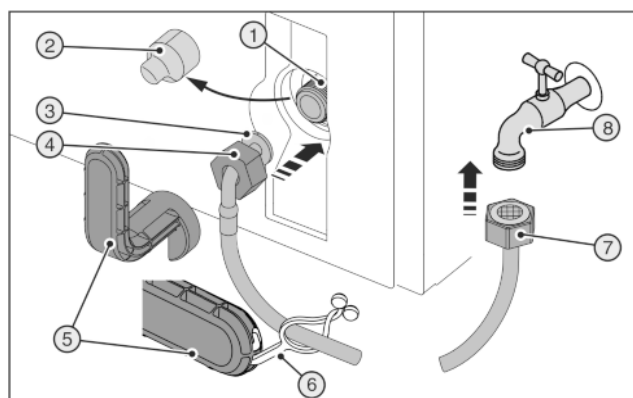
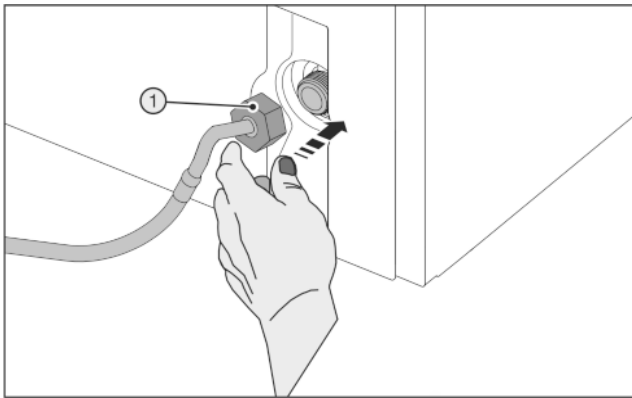

Fig. 28
Fig. 29
Rozbitý pomocný nástroj Fig. 28 (5)!
- ▶ Pomocný nástroj Fig. 28 (5) používajte výhradne pri izbovej teplote.
- ▶ Stiahnite kryt Fig. 28 (2).
- ▶ Uľahčená montáž: Rovný koniec hadice Fig. 28 (7) rozložte na zem smerom doľava.
- ▶ Maticu Fig. 28 (4) nasuňte až na koniec cez zahnutý koniec hadice Fig. 28 (3) a pridržte.
► Opatrne nasadíte maticu Fig. 29 (1) a dvomi prstami ju rovno skrutkujete na závit, kým nedosiahnete bezpečné dosadnutie.
► Maticu Fig. 29 (1) uťahujte pomocným nástrojom Fig. 28 (5) v smere hodinových ručičiek, kým sa nedosiahne maximálny uťahovací moment a pomocný nástroj Fig. 28 (5) sa nezačne pretáčať.
► Maticu Fig. 28 (7) naskrutkujte na uzatvárací kohút Fig. 28 (8).
► Maticu Fig. 28 (7) uťahujte pomocným nástrojom Fig. 28 (5) v smere hodinových ručičiek, kým sa nedosiahne maximálny uťahovací moment a pomocný nástroj Fig. 28 (5) sa nezačne pretáčať.
► Otvorte uzatvárací kohút Fig. 28 (8) prívodu vody a celý vodný systém skontrolujte ohľadom tesnosti.
► Sponu Fig. 28 (6) zaháknite do pomocného nástroja Fig. 28 (5) a na uschovanie upevnite na hadicu z ušľachtilej ocele.